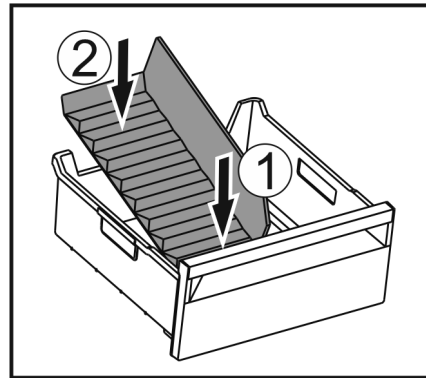

Fig. 103
- ▶ Installer la partie avant du séparateur de congélateur. Fig. 103 (1)
- ▶ Abaisser la partie arrière du séparateur de congélateur jusqu'au fond du tiroir. Fig. 103 (2)